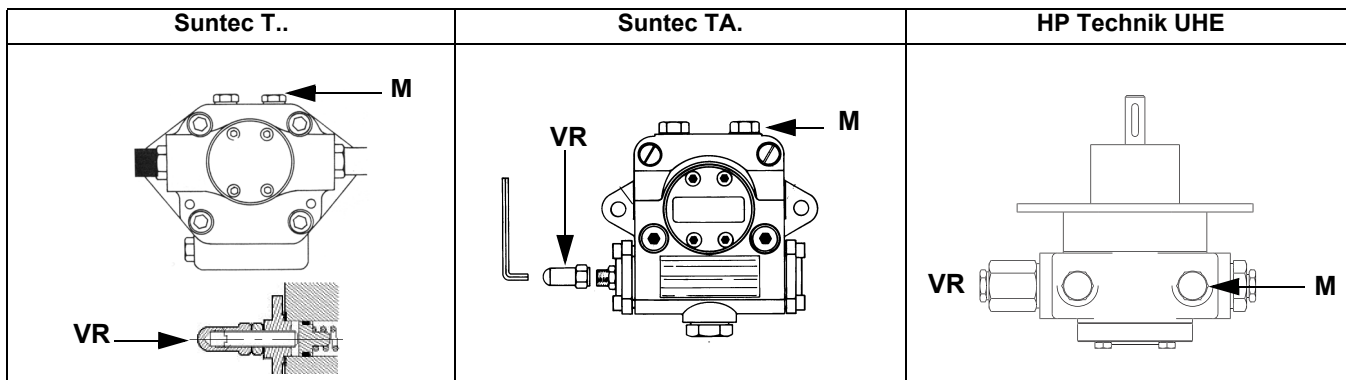
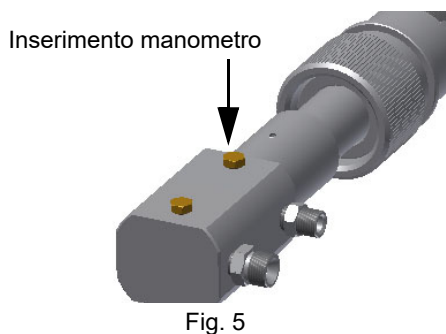

Fig. 4
Fig. 5
- 3 sfiatare l'aria dall'attacco (**M**) manometro della pompa (Fig. 4), allentando leggermente il tappo, senza toglierlo; quindi rilasciare il contattore.
- 5 Solo se necessario, regolare la pressione di alimentazione (vedi relativo paragrafo) nel modo seguente: inserire un manometro nella posizione indicata in Fig. 5 agire sulla vite di regolazione **VR** della pompa (vedi Fig. 4) fino ad ottenere una pressione all'ugello pari a 20 bar (ugelli Monarch o ugelli Bergonzo - vedere grafici a pag. 43);
2. Spingere VD in avanti fino alla battuta, fig. 4.
3. Fissare VD rispettivamente con 2 viti M5, max. 5 Nm/44 in.lb, fig. 5/6.